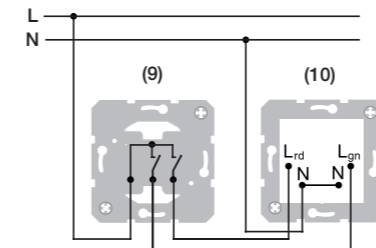

Figure 3 : exemple de raccordement de l'éclairage de signalisation par LED, éclairage rouge/vert
- Raccorder l'éclairage de signalisation par LED selon l'exemple de raccordement (figure 3). Un interrupteur va-et-vient qui autorise uniquement une commutation conjointe des deux couleurs peut également être utilisé à la place de l'interrupteur double (9) permettant de commuter séparément les deux couleurs.